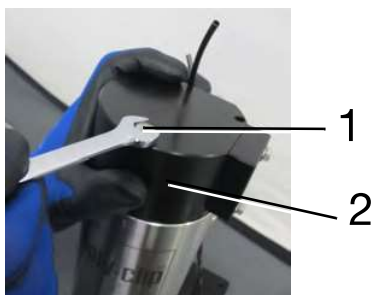

Bild 7-25 1 Schraube
- Schraube (1) am Ventilkopf (2) wieder festziehen (Bild 7-25).